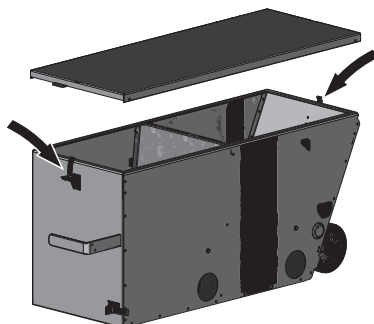

Fig. 34 Spannbügelverschlüsse lösen, Deckel abnehmen und Aschebox entleeren
- ▶ Beide Spannbügelverschlüsse oben bei Deckel lösen, Deckel abnehmen und Aschebox entleeren – Fig. 34.